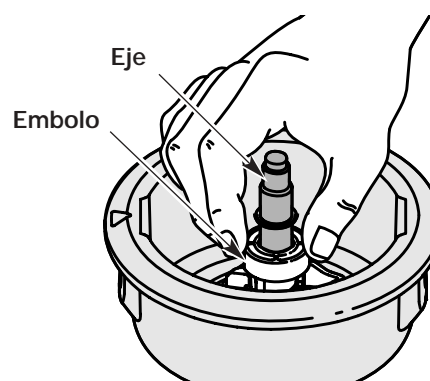

Fig. 28
5. Limpie el eje y la superficie interior de la bobina exterior. Para limpiar el eje debajo del émbolo, empuje el émbolo hacia abajo (Fig. 28). Saque toda la suciedad o residuos del eje.